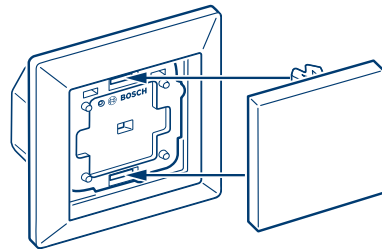

Abbildung 7
- i** Wenn das Gerät nach drei Minuten noch keine Verbindung zum Controller aufbauen konnte, wird der Anlernmodus beendet. Um den Anlernmodus erneut zu starten, drücken Sie kurz die Systemtaste A. (s. Abbildung 7)
- ▶ Ist die Lichtsteuerung erfolgreich in das Smart Home System eingebunden, befestigen Sie die Wippe mit Adapter im Rahmen auf der Lichtsteuerung. Platzieren Sie den Adapter dabei so, dass die beiden Rasternasen in die vorhandenen Langlöcher passen (s. Abbildung 7).